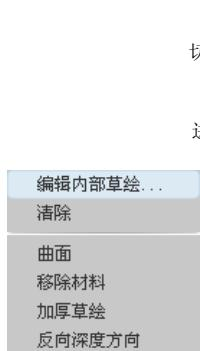

图 5.9.19 快捷菜单
Step1. 在操控板中单击 **放置** 按钮，然后在弹出的界面中单击 **编辑...** 按钮（或者在绘图区中右击，从弹出的快捷菜单中选择 **草绘** 命令，如图 5.9.19 所示）。